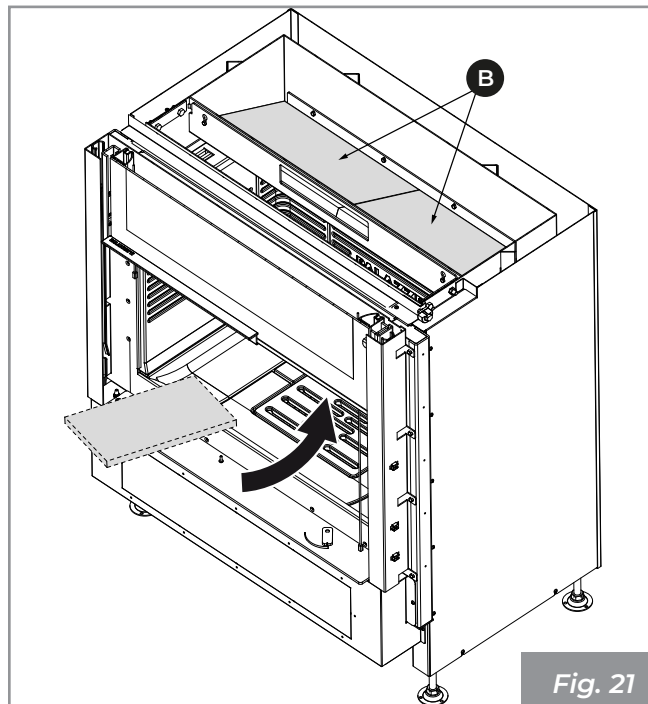

Fig. 21
6) Infine riposizionare i deflettori (B) (Fig. 21).